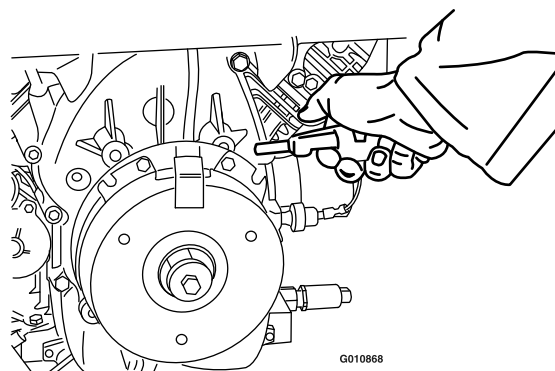

Рисунок 77
3. С помощью воздушной пистолетной продувки удалите мусор из-под тяги тормоза и вокруг проставок тормоза (Рисунок 77).